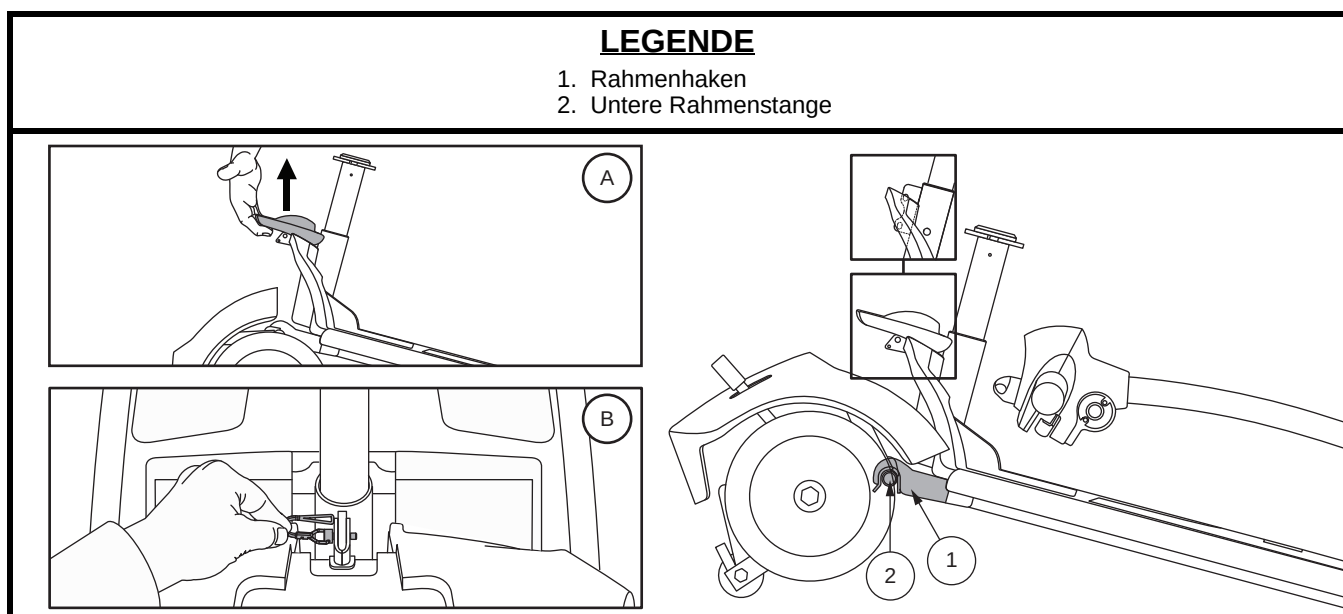

Abb. 26. Rahmenverriegelungshebel (Stil A) and Rahmenverschluss (Stil B)
4. Trennen Sie vorsichtig die beiden Teile. **Siehe Abb. 26.**
HINWEIS: Kippen Sie den hinteren Teil des Elektromobils vor dem Zusammenbau etwas nach hinten auf die Stützräder, wie in Abb. 26 gezeigt.
1. Benutzen Vorderteils den Rahmenverriegelungshebel (oder das Hinterteil an der Sitzstütze anheben für Modelle 36, 83 und 84) Sie zum Anheben und richten Sie die Rahmenhaken des Vorderteils an der unteren Rahmenstange des Heckteils aus. **Siehe Abb. 26.**
2. Wenn sich die Rahmenhaken über der unteren Rahmenstange befinden, senken Sie das Vorderteil ab und drehen gleichzeitig das Heckteil. Bei den Modellen 40X, 44X, 40E, 44E, 40LX, 44LX, 50LX, 54LX, 53, 53HD, 54, 54HD, 73 und 74 greift dadurch automatisch die Rahmenverriegelung. Bei den Modellen 36, 83 und 84 müssen Sie zum Abschluss der Rahmenmontage außerdem den Rahmenverschlussstift wieder anbringen. **Siehe Abb. 26.**